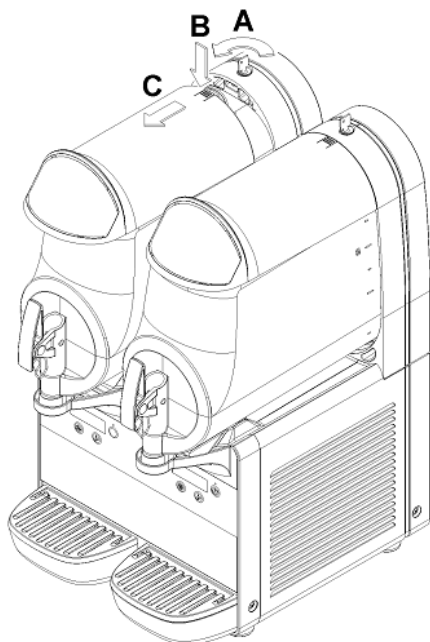

Рисунок 2
1. Для того, чтобы снять крышку контейнера, нажмите верхнюю кнопку и выдвиньте крышку по направлению к передней части контейнера. Если на машине есть замок безопасности для крышки, то поверните ключ против часовой стрелки для того, чтобы освободить кнопку (см. рис. 2).